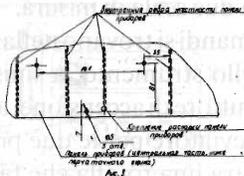

Рис. 4 Установка кассеты дозиметра ДБГБ-04 на приборную панель автомобиля
5.7.3. Закрепить кассету дозиметра на панели приборов согласно рис. 4, используя металлы из комплекта.